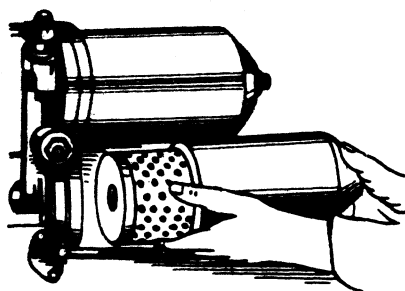

Рис. 44. Извлечение фильтрующего элемента
3. Извлеките фильтрующий элемент из колпака (рис. 44).